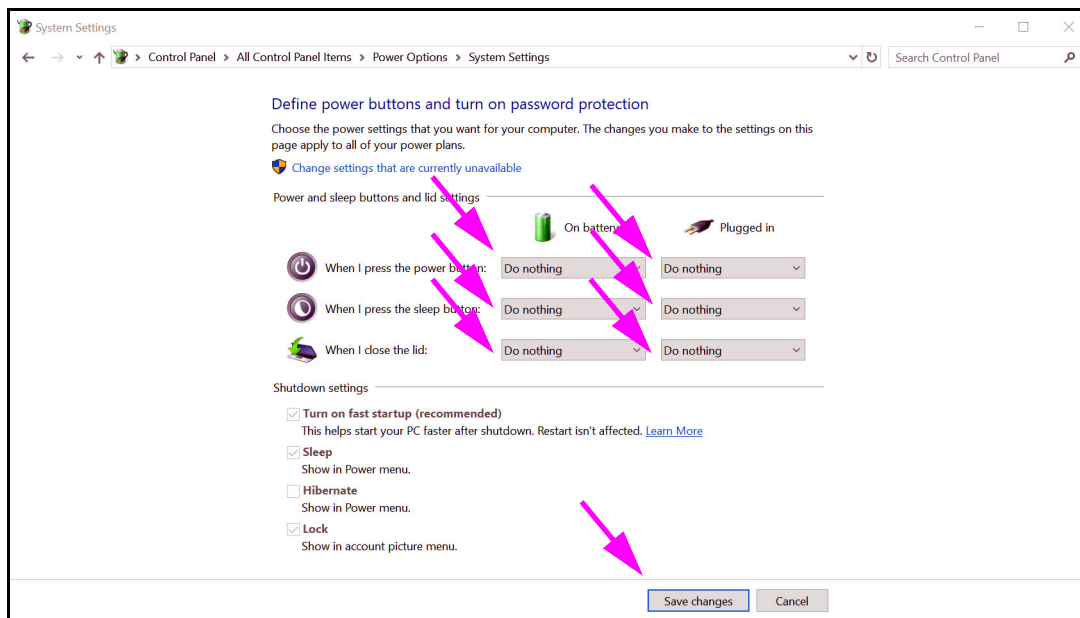

Figura 2-30. Ventana System Settings (Configuración del sistema)
10. **Portátiles solamente:** En la ventana Power Options (Opciones de energía), haga clic en la opción **Choose what closing the lid does (Elegir el comportamiento del cierre de la tapa)**. Aparece la ventana System Settings (Configuración del sistema) (consulte la figura 2-30). Configure todos los ajustes a **Do nothing (No hacer nada)** y haga clic en **Save changes (Guardar cambios)**.